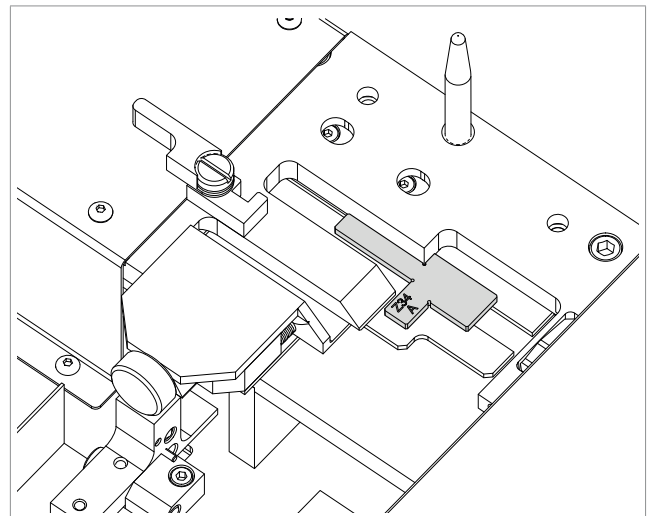

Fig. 133
- 9) Fit the Z34A template to the loader (Fig. 133).